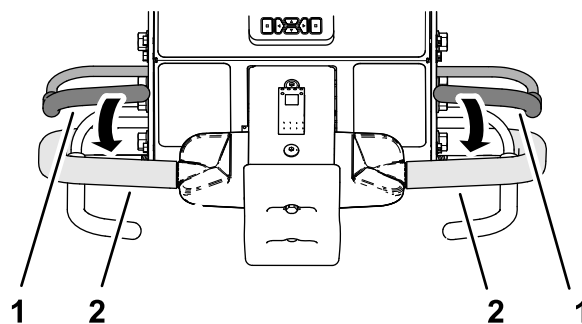

Bild 93
3. Fassen Sie den linken oder rechten Lenker und den Schaltbühnen (Bild 93), und drücken Sie den Schaltbühnen an den Lenker.